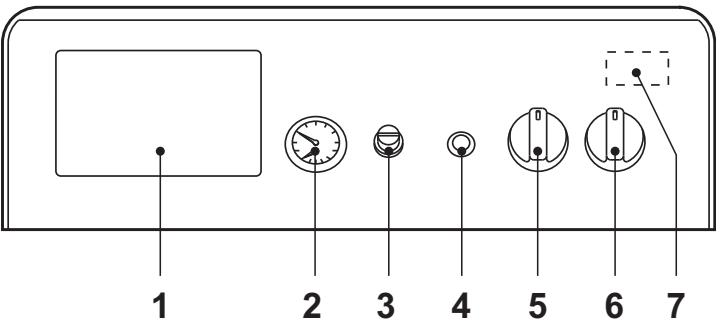
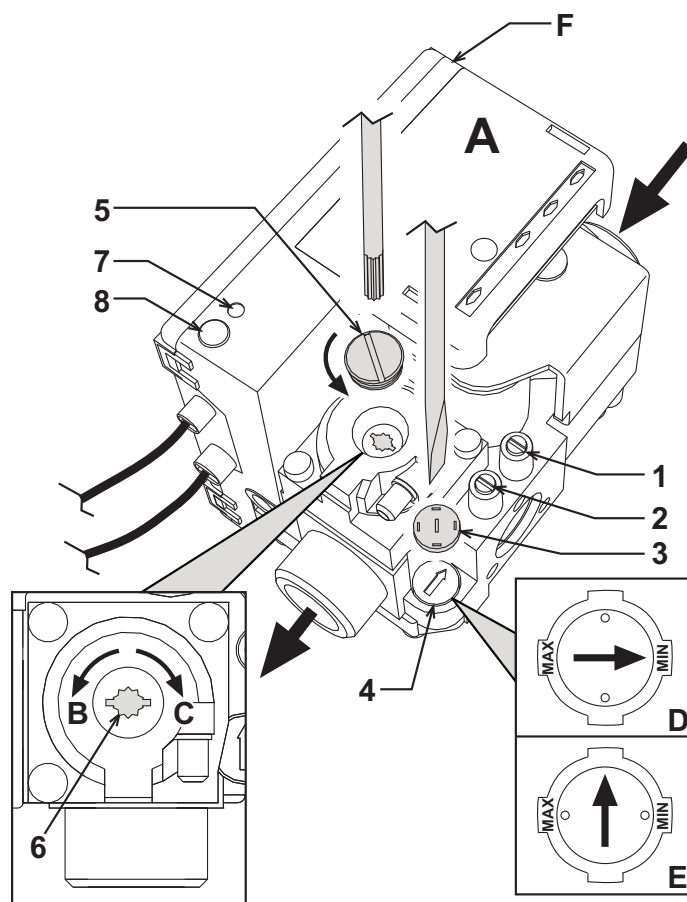

рис. 1 - Панель управления
рис. 3 - Регулирование давления
- Установите главный выключатель “6” в положение 1 (рис. 1).
- Если котел оборудован электронным термостатическим блоком управления, установленным в положении 1 на рис. 1, пользователь должен также соблюдать инструкции, предоставляемые изготовителем данного блока.
Повернув рукоятку 5 на рис. 1 по часовой стрелке, температура воды в системе отопления повышается и наоборот. Температуру воды в системе отопления можно регулировать в пределах от 30° до 90°. Однако не рекомендуется эксплуатировать котел при температуре ниже 45°.
Задайте с помощью комнатного термостата нужную температуру внутри помещения. По команде от комнатного термостата котел нагревает воду в системе отопления до температуры, заданной с помощью термостата регулировки котла 5 на рис. 1. При достижении в помещении желаемой температуры котел выключается.
При заполнении холодной системы отопления давление воды, контролируемое по показаниям установленного на котле термоманометра (поз. 2 на рис. 1), должно составлять примерно 1,0 бар. Если во время работы давление воды в системе упало (например, из-за испарения растворенных в воде газов) до величины ниже вышеуказанного минимума, пользователь должен открыть кран подачи воды и довести давление до первоначального значения. По окончании операции всегда закрывайте кран подачи воды.
Подключите манометр к штуцеру отбора давления 2 (рис. 3), расположенному после газового клапана, затем переведите ручку термостата котла (поз. 5 - рис. 1) на максимум.
Сняв защитную пробку 5 (рис. 3), регулируйте давление газа с помощью винта 6 на желаемое значение (см. таблицу технических данных и диаграммы изменения мощности, приведенных в пар. 4).
2. Снимите с газового вентиля защитный колпачок 3 (рис. 3). С помощью отвертки отрегулируйте "СТУПЕНЬ" розжига на основании выбранного газа (G20 положение D рис. 3 или G30/G31 положение E рис. 3) а затем установите на место колпачок.